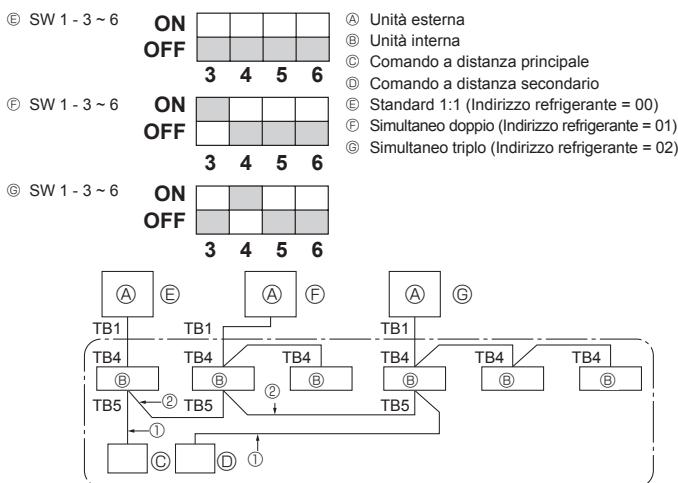

Fig. 9-1
- ① Alimentare l'impianto (interruttore automatico).
- ② Una volta che la valvola di arresto del liquido si chiude, impostare lo switch SWP sul pannello di comando dell'unità esterna su ON. Il compressore (unità esterna) e i ventilatori (unità interna ed esterna) iniziano a funzionare e la fase di recupero del refrigerante comincia. I LED1 e LED2 sul pannello di comando dell'unità esterna sono accesi.
9. Controllo del sistema (Fig. 9-1)